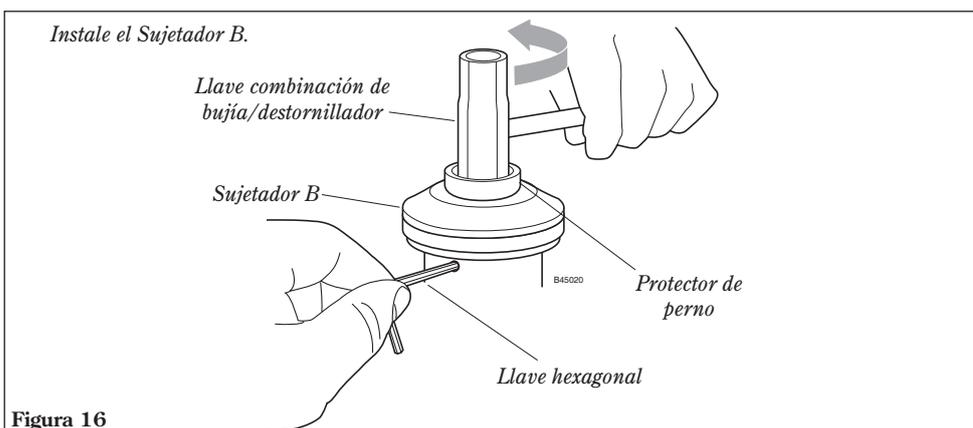

Figura 16
7. Asegure el sujetador A a la caja de cambios insertando el lado más largo de la llave hexagonal a través de ambos huecos como fue hecho en el procedimiento número 1 y apriete el perno del eje seguramente con la llave combinación de bujía/destornillador. Consulte la figura 16.